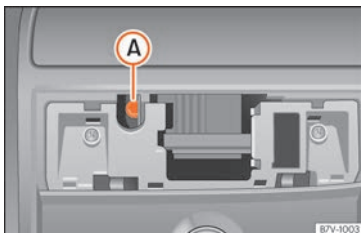

Abb. 18 Innensechskantschraube zum Schließen des Panorama-Schiebedachs.
- Stecken Sie einen handelsüblichen Innensechskantschlüssel¹⁾ mit SW 4 mm in die Innensechskantschraube »» **Abb. 18 (A)**.